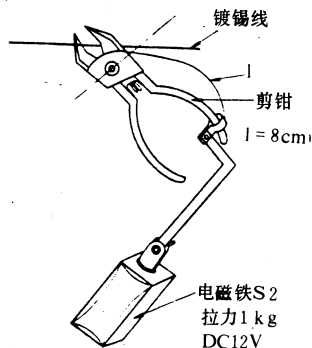
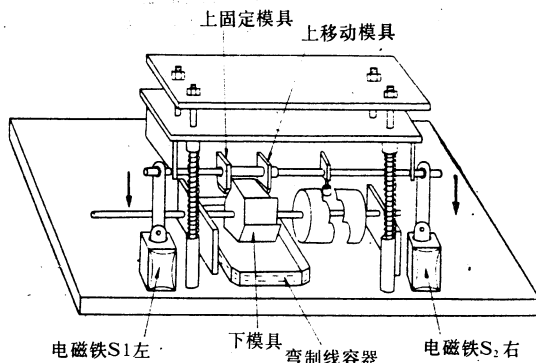
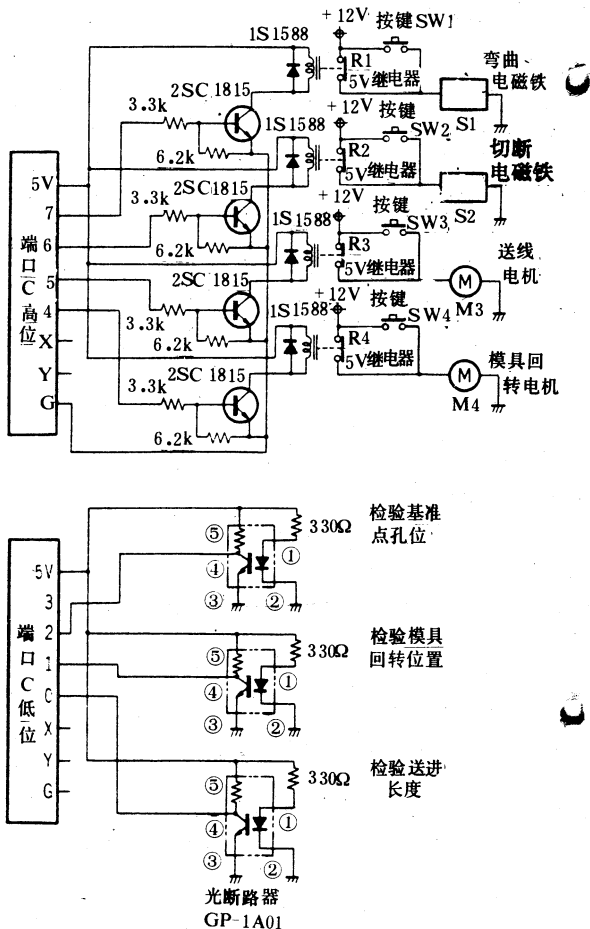
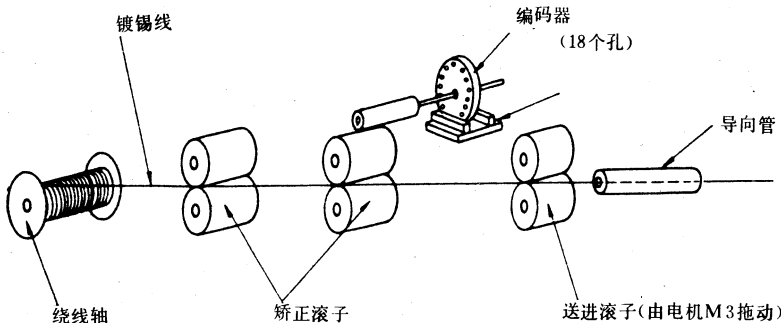

图 6
图 7
图 8
图 5
$\varnothing 0.6$ mm 的镀锡线绕在线轴上，进入下模具后，由于卷绕过而成圆环状，不能正确地弯曲。因此，如图 5 所示，通过两对矫直滚将卷绕变形的线矫正过来。使用 DC 电机与减速齿轮驱动送进滚子回转，镀锡线从两个送进滚子之间通过，完成镀锡线的送进。
如图 6 所示,按所需要的尺寸,切断镀锡线,使用小形剪钳,切断需要 3kg/cm 力矩,则电磁铁以 1kg 的拉力下拉剪把的端部(柄长 8cm)。
镀锡线的弯曲如图 7 所示。在模具的左右两侧装有电磁铁,将上模具拉向下模具,镀锡线受压弯曲。
微电脑教育部件  $\mu\text{P}-80$  发出的信息变换为适合操纵机械的信息。接口电路图如图 8 所示。 $\mu\text{P}-80$  的输入输出部件端口 C 高位④输出“通”信息,导通晶体管 2SC1815,继电器 R4 为“通”,驱动模具电机 M4 回转。编码器检测到模具应该处于停止位置时,端口 C 高位④输出“断”信息,模具电机 M4 停止回转。接着,从端口 C 高位⑤输出“通”信息,通过晶体管以及继电器 R3,驱动镀锡线送进电机 M3,传动如图 5 送进滚子回转,完成镀锡线的送进。同时,编码器(图 5)检测送进长度,达到既定长度后,M3 电机自动停止转动。然后,由端口 C 高位⑥输出“通”信息,驱动电磁铁 S2(图 6)拉动剪钳剪断镀锡线。最后,端口 C 高位⑦输出“通”信息,电磁铁 S1(图 7)动作,上、下模具合拢折弯镀锡线。1 秒钟后,上模具返回原处。
这样,结束一个循环。在折弯镀锡线时,一旦 M4 电机旋转,下模具转 1 转,如与基准起始位置一致,附着在下模具上的跨接线会落到盛放跨接线的盒内,如图 7 所示。